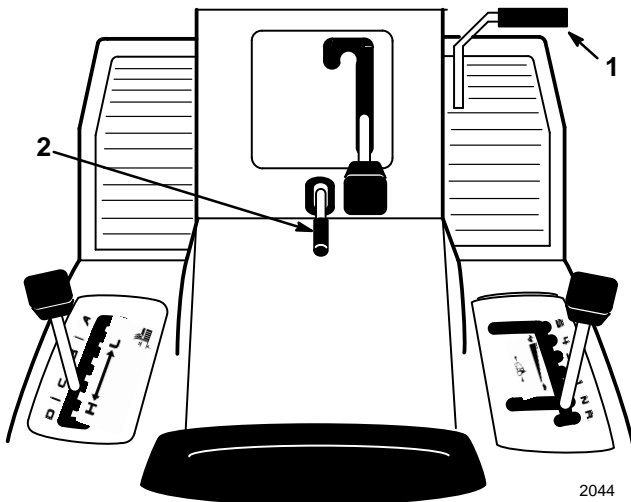

Abbildung 2
1. Das Kupplungs-/Bremspedal (Abb. 2) herunterdrücken und in dieser Position halten.
2. Den Feststellbremsenhebel (Abb. 2) hochziehen und den Fuß langsam vom Kupplungs-/Bremspedal nehmen. Das Kupplungs-/Bremspedal sollte in gedrückter (eingerasteter) Position bleiben.
1. Das Kupplungs-/Bremspedal (Abb. 2) treten. Der Feststellbremsenhebel sollte sich lösen.